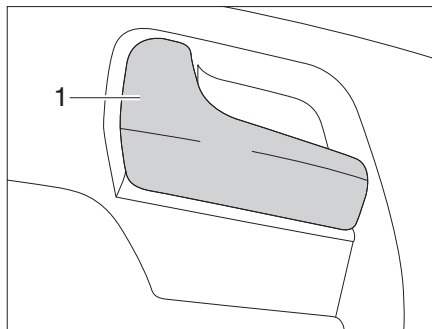

Fig. 44 Serrure de la porte chauffeur, à l'intérieur
- Tirer sur la poignée (Fig. 44,1). La serrure de la porte est déverrouillée.